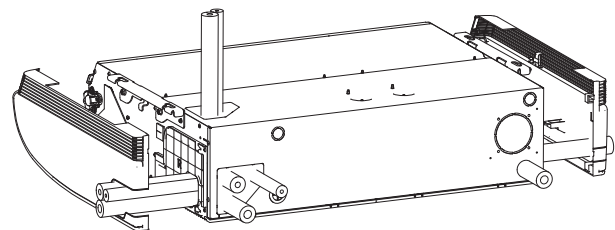

Fig. 3-18
- As posições das ligações da tubagem de refrigerante são mostradas na figura abaixo. (A tubagem pode ser encaminhada em 3 direcções.) (Fig. 3-18)
* Se o tubo de drenagem for encaminhada através do lado esquerdo, refira-se à Fig. 3-18 e siga o procedimento acima para instalar o tubo flexível.